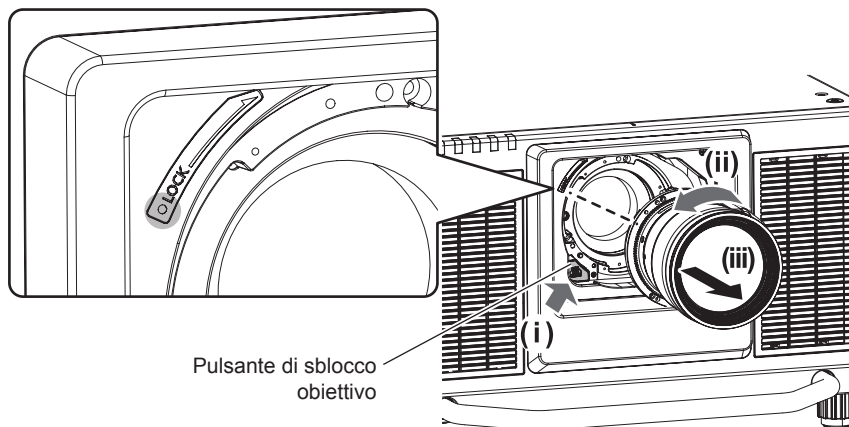

Fig. 1
- 2) **Rimuovere l'obiettivo di proiezione ruotandolo in senso antiorario mentre si preme il pulsante di rilascio dell'obiettivo. (Fig. 1)**